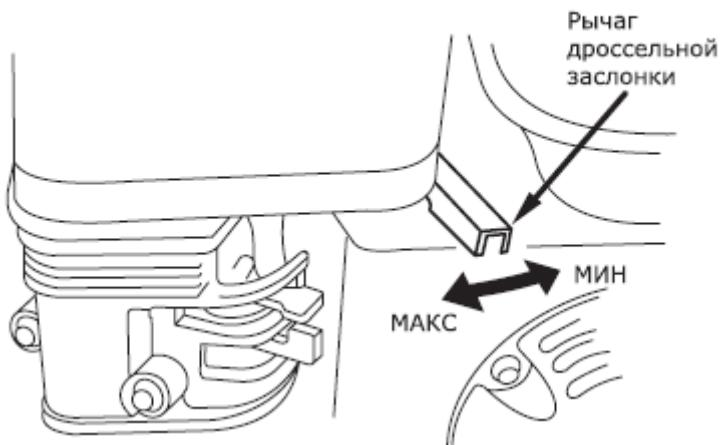

Рис.10 – Регулировка оборотов двигателя
- Запустите двигатель. Будьте внимательны! При вытягивании шнура стартера шнур может создавать отдачу. Возьмитесь за ручку шнура стартера. Медленно потяните шнур до возникновения сопротивления со стороны двигателя. Не допуская возврата ручки обратно потяните ручку ручного стартера более резко, но не вытягивая шнур на всю длину. Медленно (с натягом шнура) верните ручку в начальное положение (рис. 10).